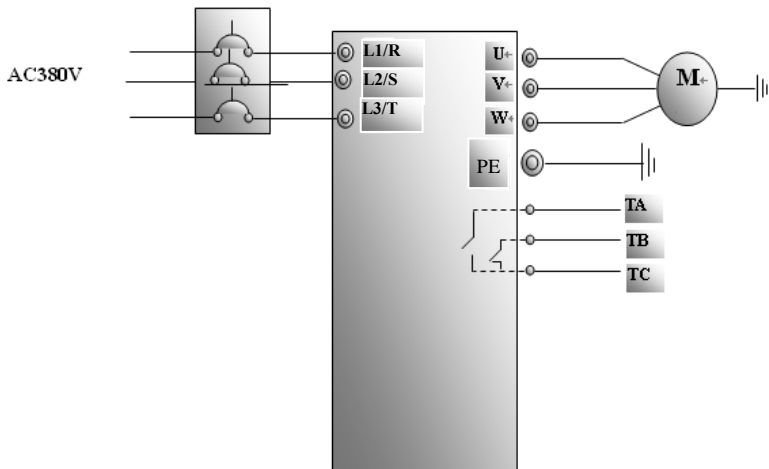

图 4-1 接线图 1
- (1) 按图 4-1 配线，检查接线正确后，合上空气开关，变频器上电；
- (2) 按方式键，进入编程菜单。
- (3) 进行电机定子电阻参数测量
- ① 进入 F801 参数，设置电机的额定功率为 7.5KW；
- ② 进入 F802 参数，设置电机的额定电压为 380V；
- ③ 进入 F803 参数，设置电机的额定电流为 15.4A；
- ④ 进入 F804 参数，设置电机的极数为 4；
- ⑤ 进入 F805 参数，设置电机的额定转速为 1440 rpm；
- ⑥ 进入 F800 参数，设置为 1 电机参数测量允许；
- ⑦ 按运行键，进行电机参数测量。检测结束后，电机定子电阻参数自动存储 F806 中。有关电机参数测量的详细说明请参本说明“电机定子电阻参数测量操作流程”一节和说明书第十二章。
- (4) 设置变频器的功能参数
- (2) 按方式键，进入编程菜单；
- (3) 进行电机参数测量；操作步骤与例 1 完全相同。
- (4) 设置变频器的功能参数：
- ① 进入 F132 参数，设置为 1，选择控制面板点动；
- ② 进入 F200 参数，设置为 0，选择控制面板运行命令控制方式；
- ③ 进入 F124 参数，设置点动运行频率为 5.00Hz；
- ④ 进入 F125 参数，设置点动加速时间为 30s；
- ⑤ 进入 F126 参数，设置点动减速时间为 30s；
- ⑥ 进入 F202 参数，设置为 0，选择正转锁定。
- (5) 一直按住运行键，电机加速到点动设定频率，并保持点动运行状态；